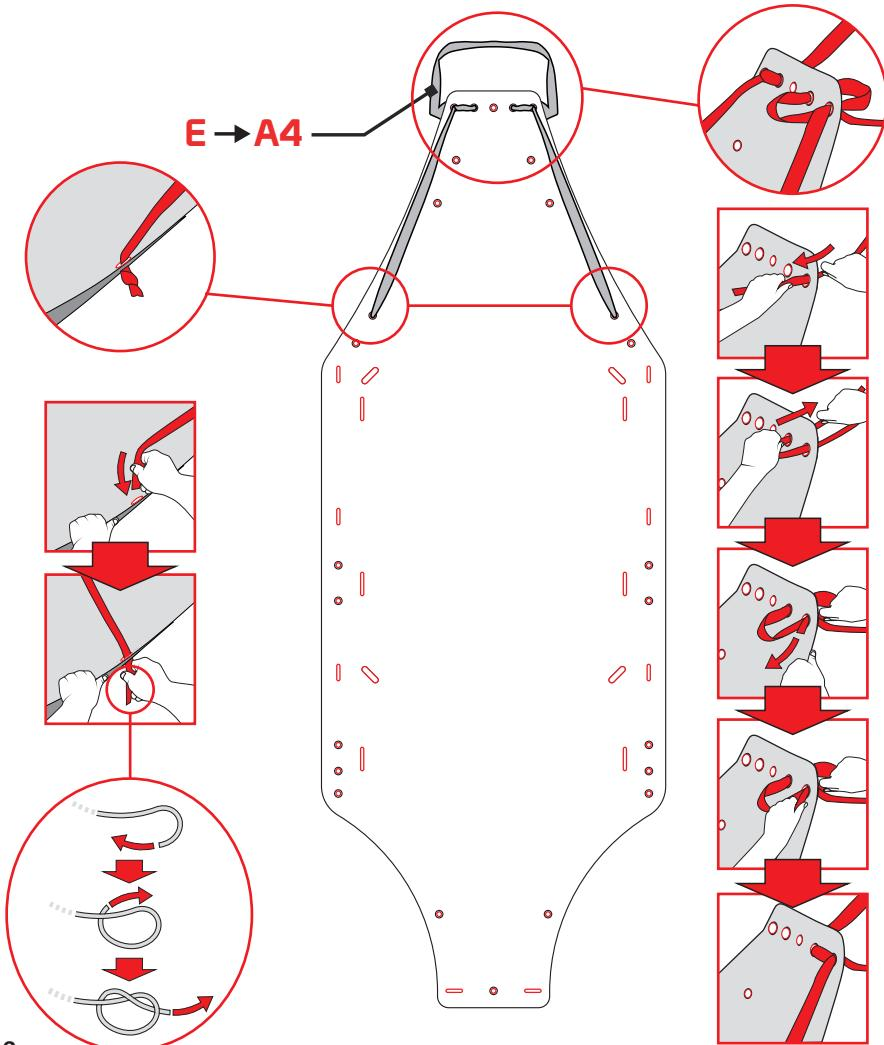

Fig.6
- inserire la fettuccia (E) nei fori A4 del piano di appoggio (fig. 6).